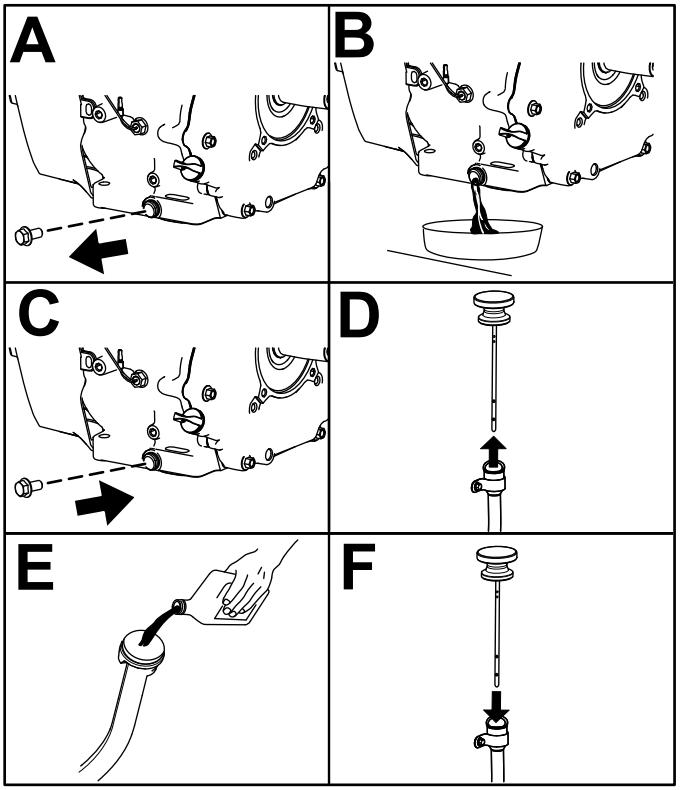

Figura 42
6. Cambie el aceite del motor, tal y como se muestra en Figura 42.